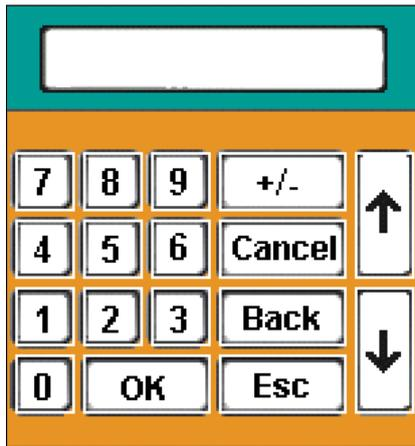

Figure 4-4 : Clavier pour l'entrée de données numériques
- Une fenêtre contextuelle s'affiche pour vous permettre d'entrer des chiffres (figure 4-4).